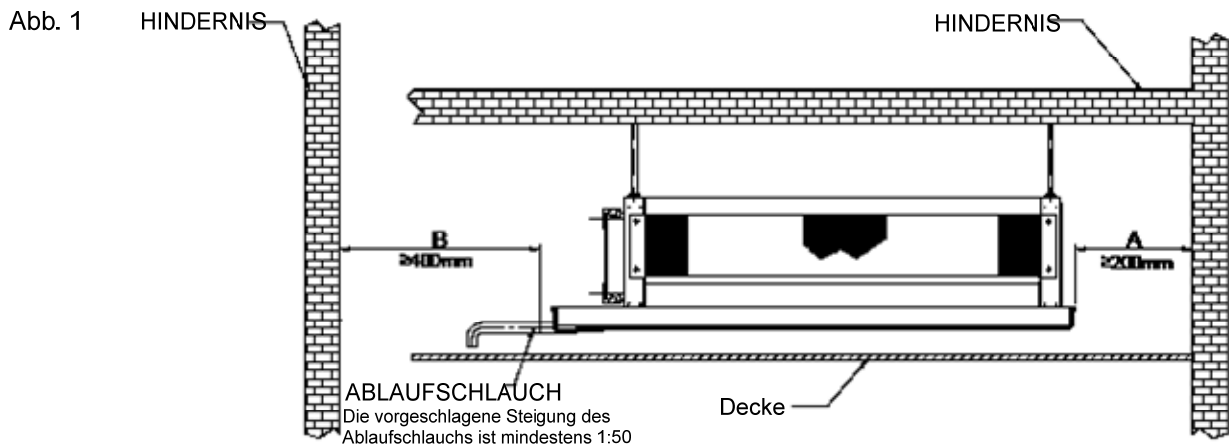

Abb. 2 WITH AND WITHOUT PLENUM FORM:
2. Es gibt Bohrungen auf die Oberseite der Anlage für das Hängen. Siehen Sie bitte Abb.1, Abb.2 und Abb.3.